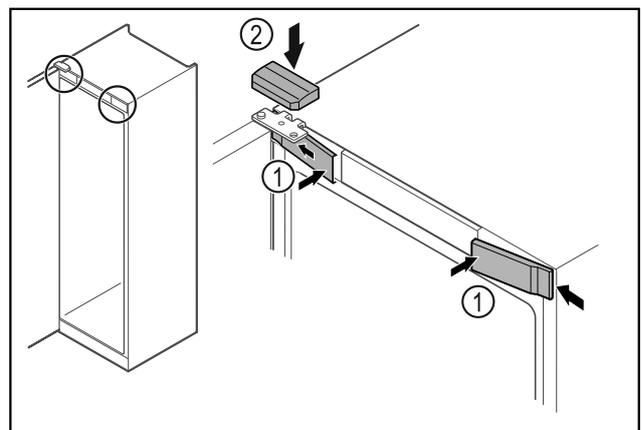

Fig. 68
- ▶ 从侧部挂入前盖板 Fig. 68 (1) 并将其卡紧。
- ▶ 从上方卡紧上盖板 Fig. 68 (2)。